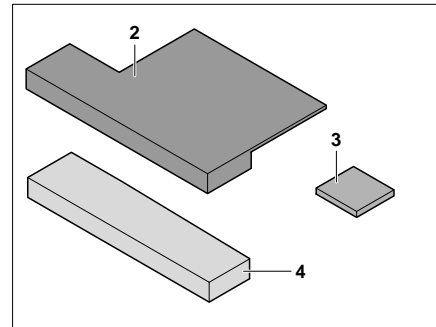

Bild 183 Zusatzpolster
- Sitzkeil (Bild 183,3) an Zusatzpolster (Bild 183,2) anbringen (mit Klettverschluss).